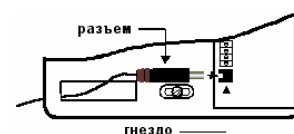

Рисунок 3
- Проведите кабель выхода адаптера (15 В переменного тока) к контрольной панели и подсоедините его к силовому гнезду панели, которое обозначено AC (см. рис. 3.) – полярность произвольная. **Пока не прикрепляйте адаптер постоянного тока к стене.**